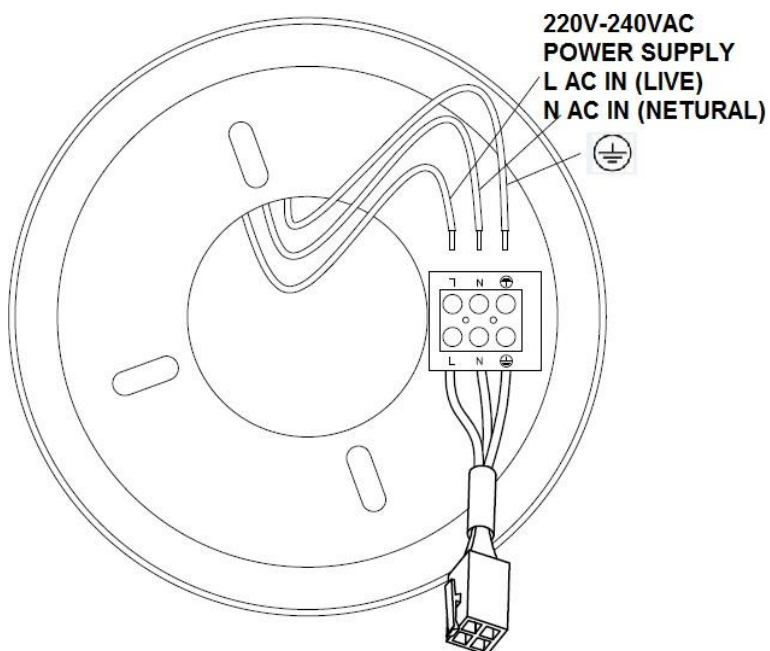

Fig. 4
- Slutför hopkopplingen av elektriska ledningar enligt nedan, Fig. 4.